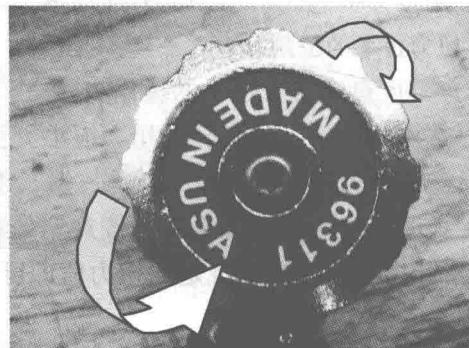

图 1-1-15 扳手转向调整
4) 选出与所拆螺栓或螺母规格一致的套筒套入延伸杆后, 再套入要紧固的螺栓或螺母, 并调整好旋转方向, 如图 1-1-15 所示。